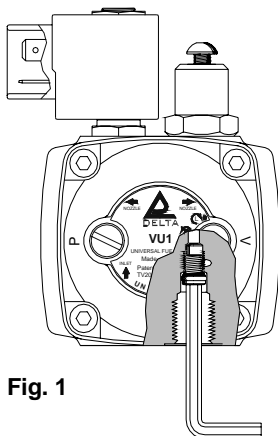

Fig. 1
- Usando una chiave brugola da 4 mm, svitare la boccola bypass dal foro di ritorno (Fig. 1).